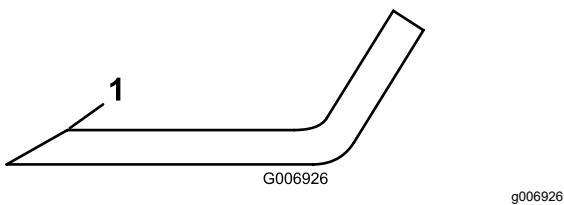

Figura 16
3. Ispécione as extremidades de corte de todas as lâminas. Afie as extremidades de corte se estas apresentarem sinais de desgaste ou ranhuras. Afie apenas a zona superior da parte cortante e mantenha o ângulo de corte original para garantir um desempenho eficaz da lâmina (Figura 16). A lâmina mantém o equilíbrio se for retirada a mesma quantidade de metal de ambas as partes cortantes.